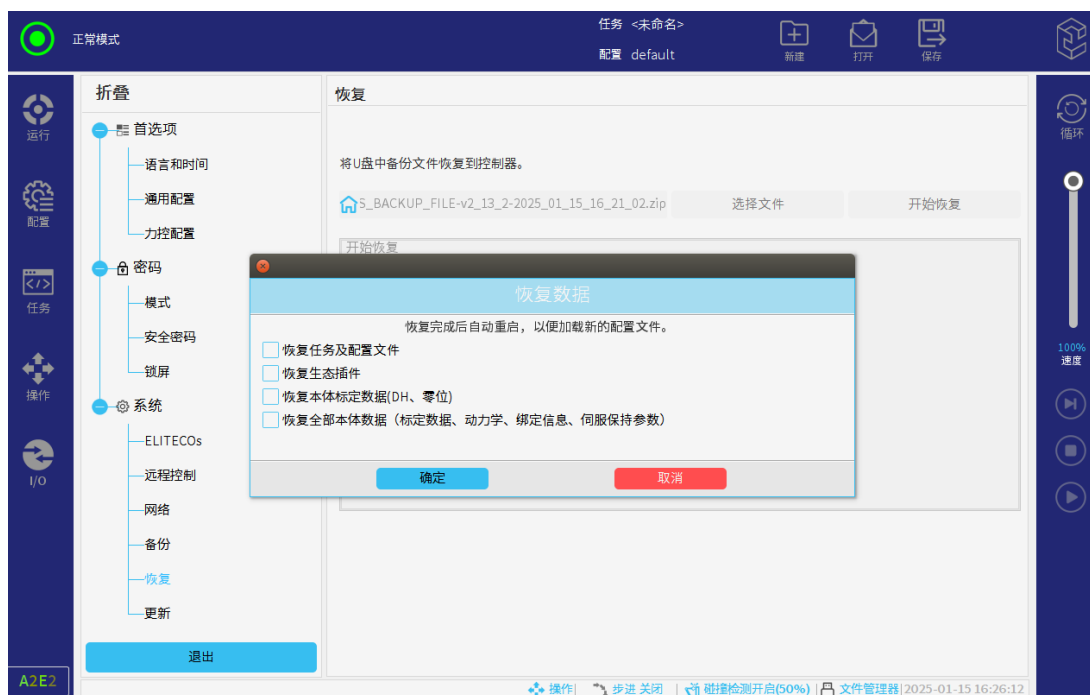

图 3-23: 恢复数据选项
“恢复”功能界面下，用户可根据需求灵活选择所需恢复的具体数据，将 U 盘下的文件恢复到系统中。可选的恢复数据项目如图 3-23 所示。
5. 在弹出的页面（见**图 3-23**）中选择所需恢复的数据，点击“确定”。